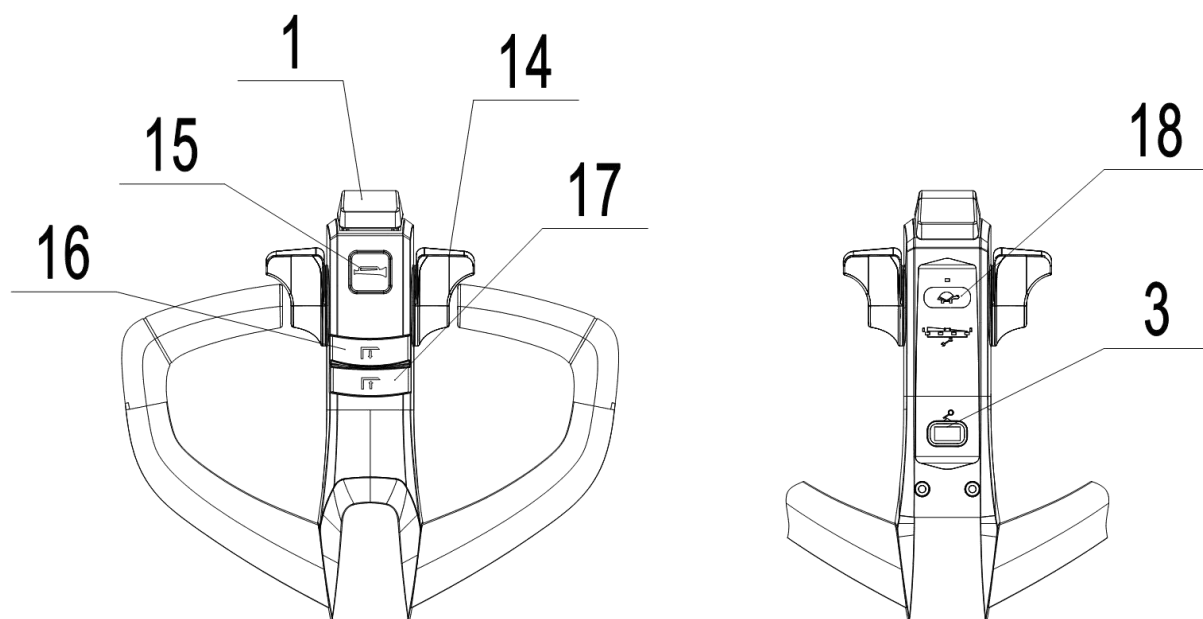

Рис.7: Рукоятка управления
Удостоверьтесь, что груз находится на паллете, и ежедневная проверка проведена. Вставьте магнитный ключ (3) в отверстие на рукоятке тележки. Проверьте работу звукового сигнала нажатием на соответствующую клавишу (Поз. 15, Рис. 7).
Разместите тележку с полностью опущенными вилами под паллетом. Нажмите кнопку подъема (Поз.16, Рис. 7), до тех пор, пока не будет достигнута требуемая высота подъема.
Опускание груза производится путем нажатия клавиши (Поз.16, Рис. 7). Полностью опустите вилы, убедитесь в отсутствии препятствий позади тележки и аккуратно откатите тележку из-под груза.
Отклоните лепестки управления (Поз.14, Рис.7) в нужном направлении «Вперед» 'Fw' или «Назад» 'Bw' (рис. 9).
Регулируйте скорость передвижения с помощью лепестков управления (Поз.14, Рис.7) для достижения требуемой скорости.
Нажмите на кнопку «Черепаша» (Поз. 18, Рис. 7) для перевода тележки в режим перемещения на малой скорости. Повторное нажатие на клавишу вернет тележку в стандартный режим. Нажмите и удерживайте клавишу в течение 2-х секунд для включения режима работы тележки с ручкой, расположенной в вертикальном положении в условиях узкого пространства.